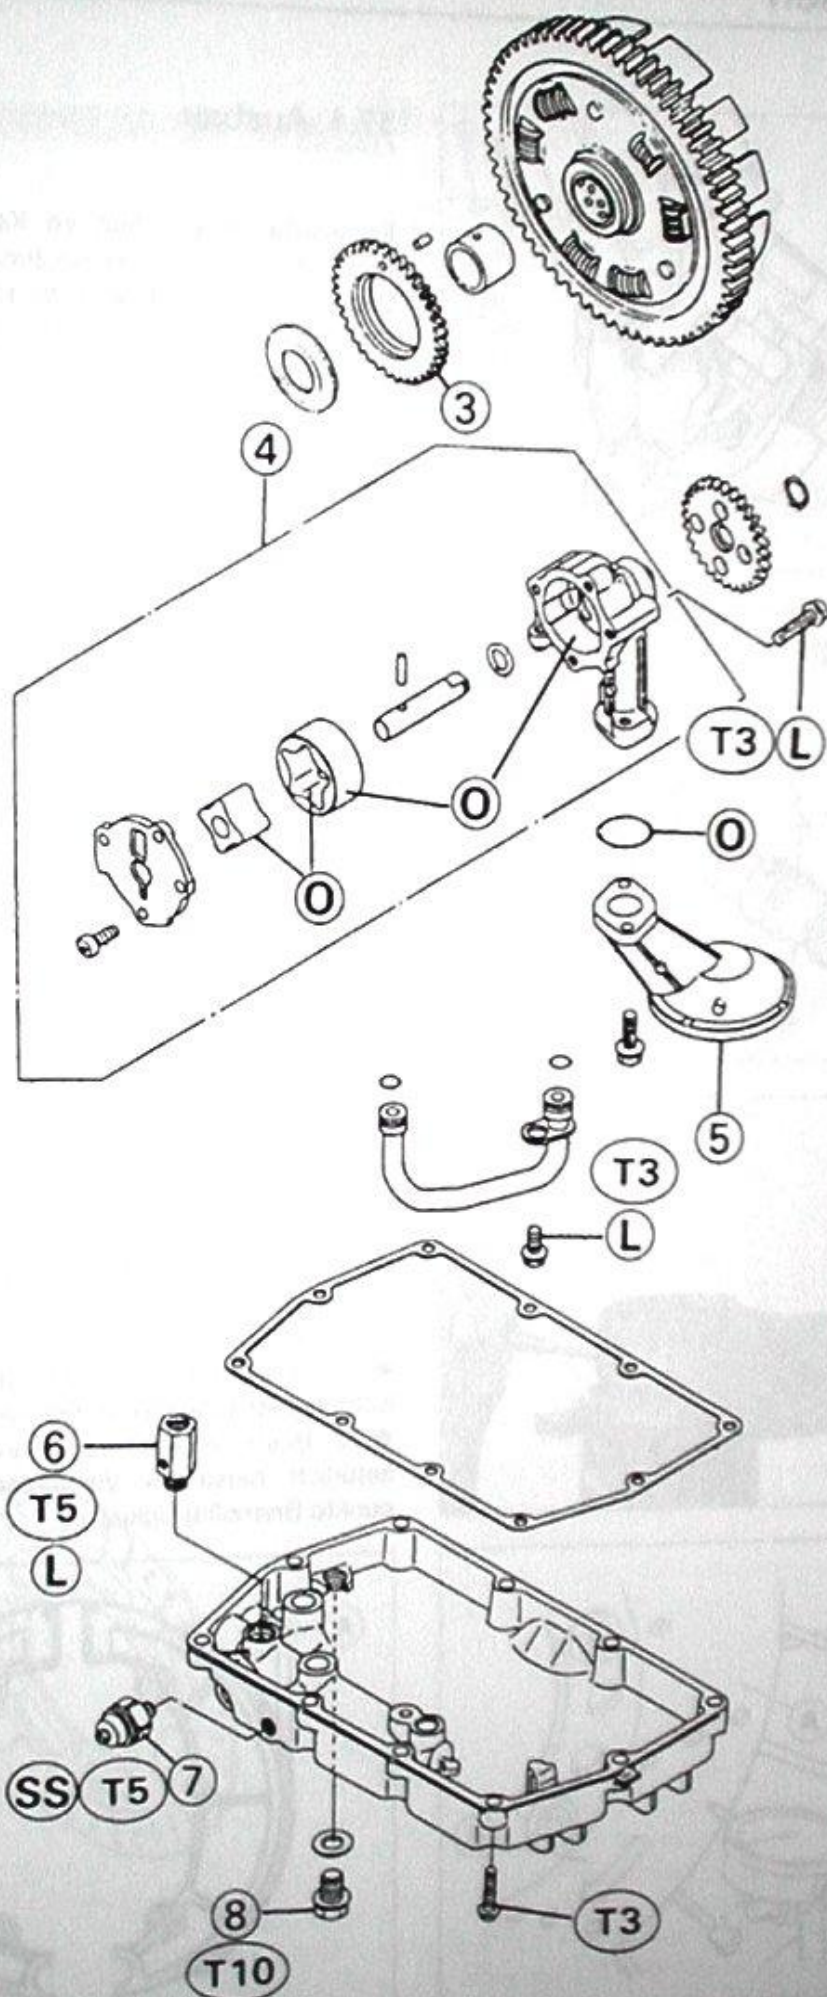

Bild 245
- Pumpengehäuse vormontieren (Bild 245).